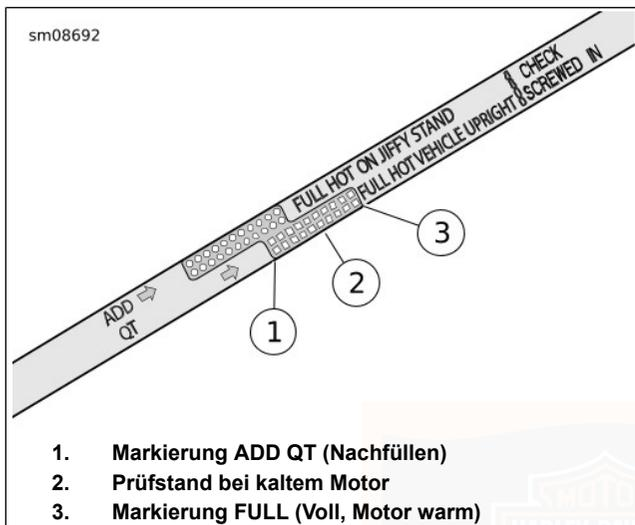

Abbildung 65. Motor-Ölmesstab (Anzeige VEHICLE UPRIGHT [Fahrzeug aufrecht])
- e. Siehe Abbildung 65. Ölstand prüfen. Der korrekte Ölstand bei kaltem Motor liegt auf halbem Wege (2) zwischen den Markierungen ADD QT (Nachfüllen) (1) und FULL HOT (Voll, heiß) (3) auf dem Ölmesstab.
5. Ölstand prüfen. Nur so viel Öl nachfüllen, um den Füllstand zwischen die Ölmesstab-Markierungen ADD QT (1) und FULL HOT (3) zu bringen.
- e. Siehe Abbildung 65. Ölstand prüfen. Der Ölstand sollte zwischen den Markierungen ADD QT (Nachfüllen) und FULL HOT (Voll, heiß) auf dem Ölmesstab stehen.